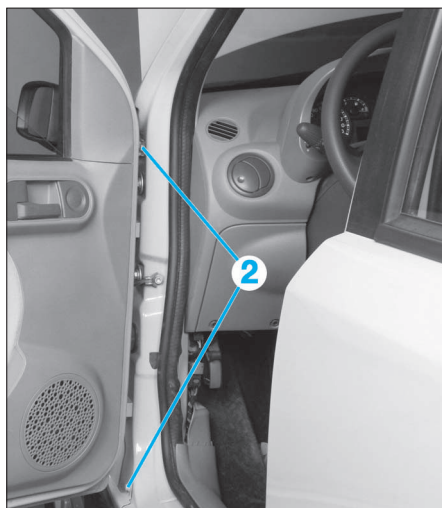

FIG. 13
- Déposer les vis de fixation (2) (Fig.13).